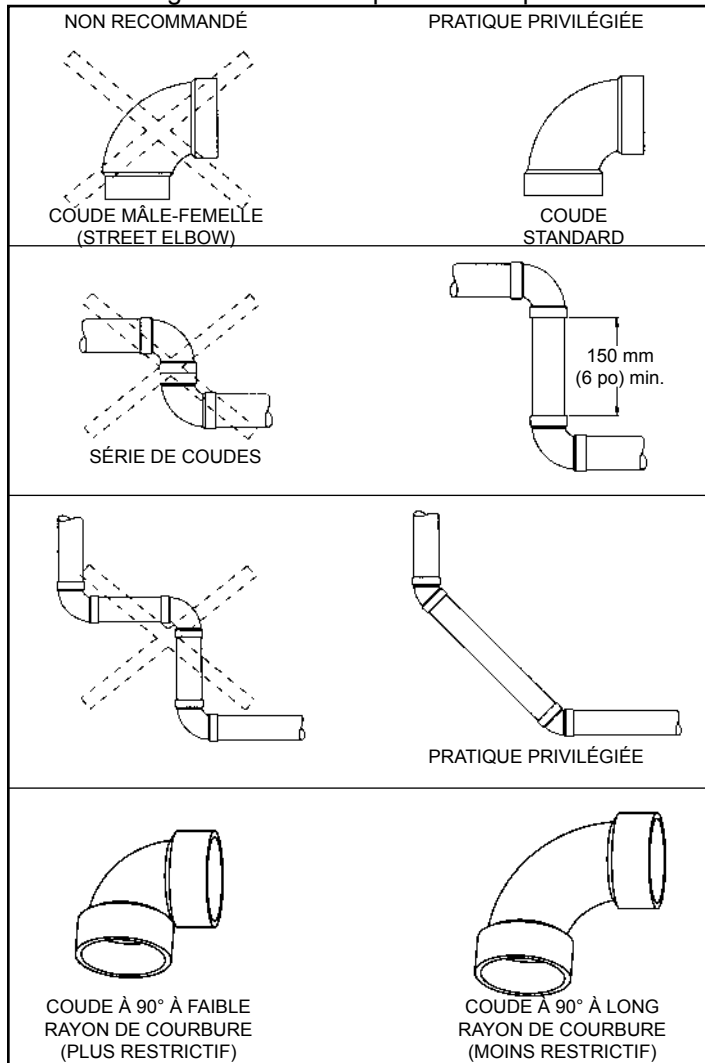

Figure 13
Note: les renseignements contenus dans la Figure 13 sont fournis à titre indicatif. Bien qu'ils cherchent à illustrer les meilleures pratiques en matière de ventilation, ils n'ont pas priorité sur les exigences du "Code d'installation du gaz naturel et du propane" CSA-B149.1, ou de tout autre code provincial ou national applicable.
4. Ne pas utiliser deux coudes à 90° "bout-à-bout"; ne pas utiliser de coudes mâle-femelle (street elbow). Il doit y avoir une section droite d'une longueur minimale de 150 mm (6 po) entre deux coudes consécutifs. Les coudes placés trop près l'un de l'autre et les coudes à faible rayon de courbure réduisent fortement la capacité d'évacuation du système. La Figure 13 présente des exemples de raccords de conduits d'évacuation.